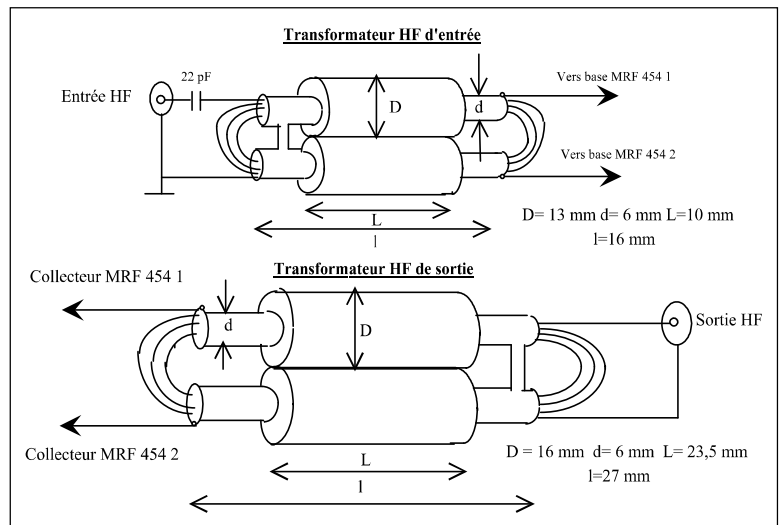

Figure 1
3.1 Transformateur d'entrée (Fig. 1/36)
3.2 Transformateur de sortie (Fig. 1)